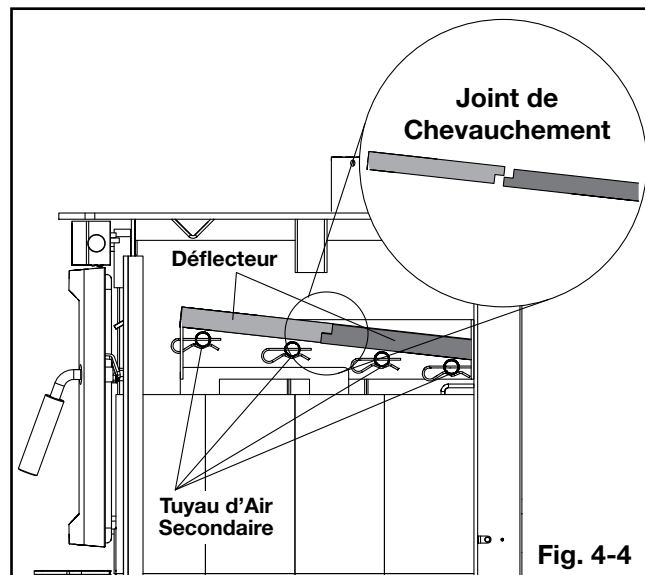

Fig. 4-4
- Soigneusement pivotez les déflecteurs en fibre (D) sur les tuyaux d'air secondaire comme illustré (**Fig. 4-4**). Assurez-vous que les déflecteurs supérieurs sont poussés à l'arrière de la chambre de combustion, en laissant un écart le long du mur un minimum de 1 po en taille. Cela permettra les gaz du conduit d'échapper la chambre de combustion. Assurez-vous que le joint de chevauchement est serré.
- Installez les deux briques (E) le long de l'avant.